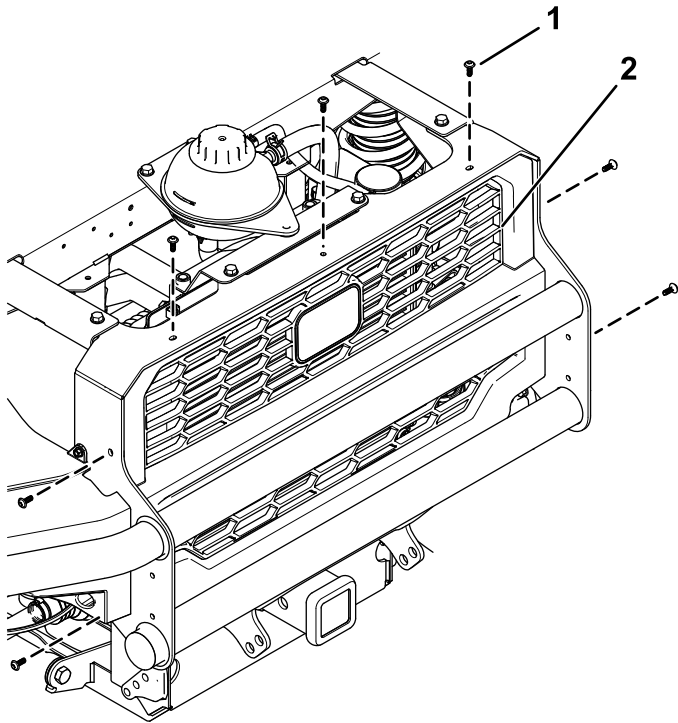

Figura 120
5. Retire los 7 tornillos que sujetan la rejilla y retire la rejilla (Figura 120).
7. Instale la rejilla usando los 7 tornillos que retiró anteriormente (Figura 120).